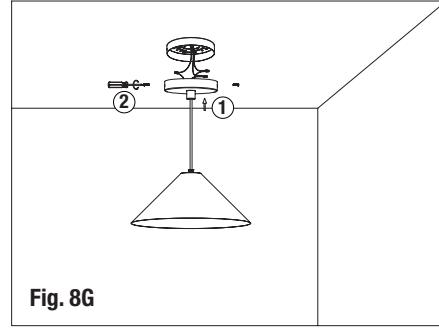

Fig. 8G
- Fix the ceiling plate to the suspension bracket using screws (Fig. 8G).
- Fixez la plaque de plafond au support de suspension à l'aide de vis (Fig. 8G).